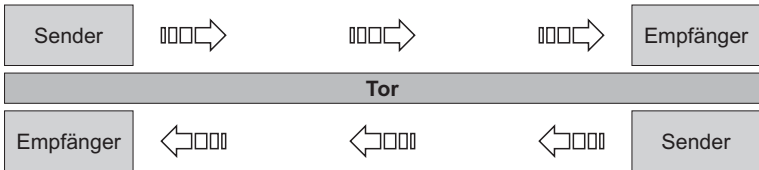

Abb. 4-11, Anordnung der oberen Lichtschranken, Draufsicht
**Achtung!** Die beiden Lichtschrankensender sind stets entgegengerichtet anzuordnen um eine etwaige Beeinflussung der jeweils anderen Lichtschranke auszuschließen (Abb. 4-11).